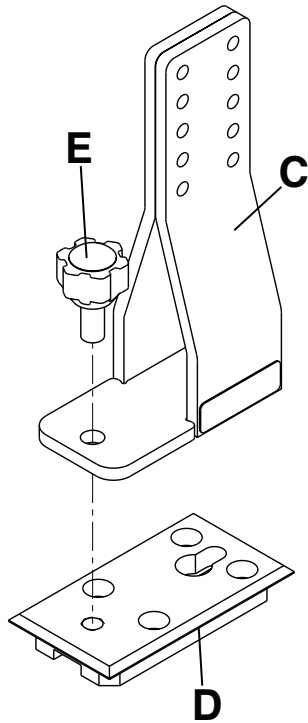

Figura 13 – Sujeción de la abrazadera de soporte del raíl
8. Coloque la abrazadera de soporte del raíl (C) sobre la placa de montaje en pared (D) (Figura 13).
10. Sujete con firmeza apretando una de las perillas rojas (E) (Figura 13).